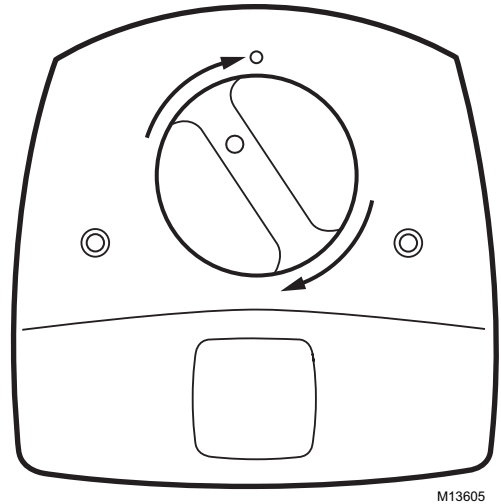

Fig. 17. La bombilla debe encajar en su lugar.
8. Gire el soporte de la lámpara en el sentido de las manecillas del reloj hasta que encaje en su lugar y hasta que el indicador de luz de la lámpara esté alineado con el botón levantado en la cubierta de la unidad. Vea la Fig. 17.
9. Rote la lámpara en el sentido de las manecillas del reloj hasta que encaje en su lugar y el indicador de luz de la lámpara esté alineado con el botón levantado en la cubierta de la unidad. Vea la Fig. 17.